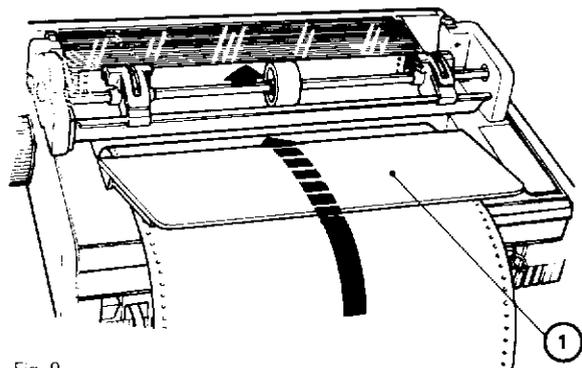
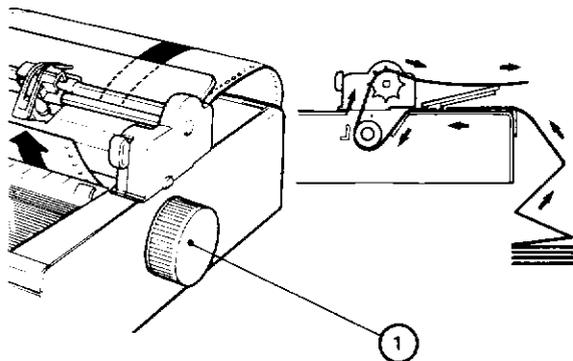

Fig. 9
Fig. 10
Faire passer le papier continu sous l'introducteur de papier (1) figure 9, et le pousser dans la fente derrière le cylindre d'impression jusqu'à ce qu'il ressorte entre la tête d'impression et le cylindre d'impression. Il peut être nécessaire de s'aider de la molette (1), figure 10, pour faire avancer le papier et l'amener à la hauteur des tracteurs à picots. La figure 10 indique le chemin que doit parcourir le papier.